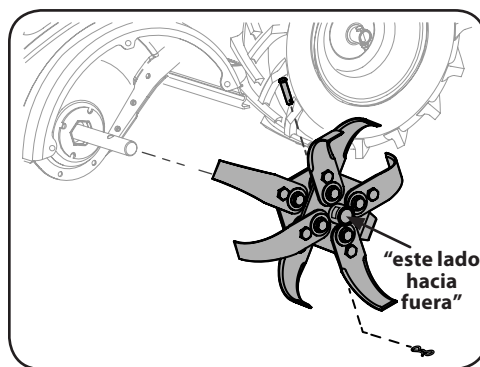

Figura 5-7
1. Saque la chaveta papion de la abrazadera clevis, y saque la abrazadera clevis abrochando el montaje de dientes a la transmisión. Saque el montaje del mango. Vea la Figura 5-7.